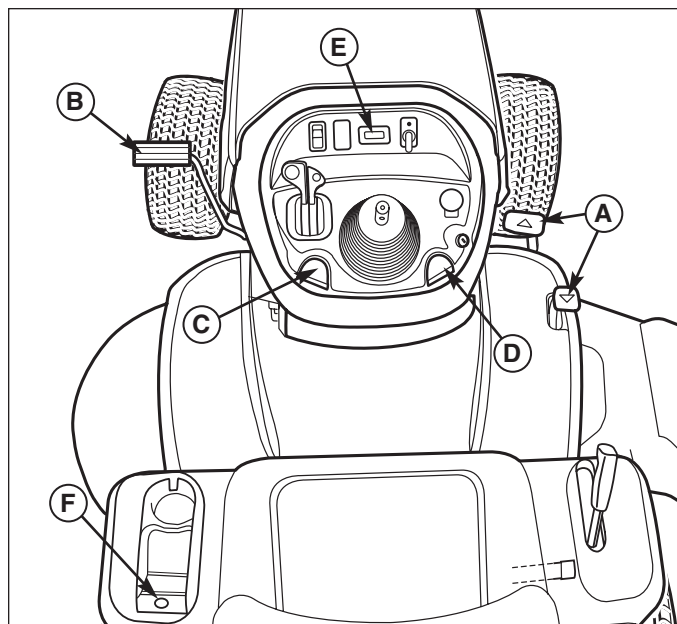

Figura 2. Inserimento del freno di stazionamento
Applicazione del freno di stazionamento - Vedere la Figura 2. Per bloccare il freno di stazionamento, rilasciare i pedali della velocità di avanzamento sul terreno (A), premere fino in fondo il pedale del freno (B), tirare verso l'alto la manopola del freno di stazionamento (C) e rilasciare quindi il pedale del freno.
Rilascio del freno di stazionamento - Vedere la Figura 2. Per rilasciare il freno di stazionamento, premere il pedale del freno (B).
1. Tirare verso l'alto la manopola di controllo crociera (D, Figura 2).
2. Premere il pedale della velocità di avanzamento sul terreno (A).
3. Una volta raggiunta la velocità desiderata, sollevare la manopola di controllo crociera (D). La velocità di crociera viene bloccata su una delle cinque posizioni.
Il contaore (E, Figura 2) misura il numero di ore in cui la chiave resta nella posizione di marcia, RUN.
La presa dell'accessorio da 12 volt si trova sul lato sinistro (D, Figura 2). Può essere usato per alimentare piccoli elettrodomestici. L'accessorio deve avere una portata nominale di 9 ampere o meno.